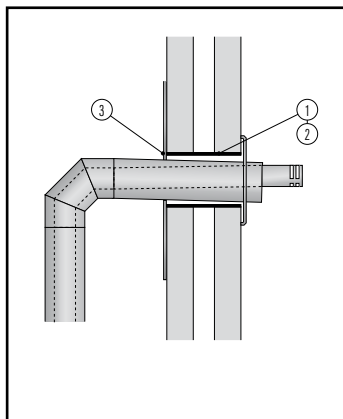

Fig. 2
In all circumstances the terminal must have a minimum distance of 50 mm to all combustible material. This can be realised in 2 different ways (see fig. 2):
Dans tous les cas de figure, la distance entre le terminal USDHC4 13 (4) et les matériaux combustibles ne doit pas être inférieure à 50 mm. Ceci peut se faire de 2 façons (voir fig. 2) :
- Sur les parois intérieure et extérieure du mur, utiliser une paire de plaques de centrage USCP 13 (3), ou plaque de finition large USMPG 13, pour centrer le terminal et recouvrir l'espace entre celui-ci et la réservation faite dans le mur.
UWAGA w pierwszej kolejności należy przestrzegać lokalnych i krajowych wytycznych montażowych i przepisów przeciwpożarowych. Każdy element zakończenia musi znajdować się w odległości minimum 50mm od materiałów palnych. Można to osiągnąć na dwa różne sposoby (Fig.2):
In alle gevallen dient de doorvoer rondom 50 mm verwijderd te zijn en te blijven van brandbaar materiaal. Praktisch kan dit op twee manieren uitgewerkt worden (zie fig. 2):